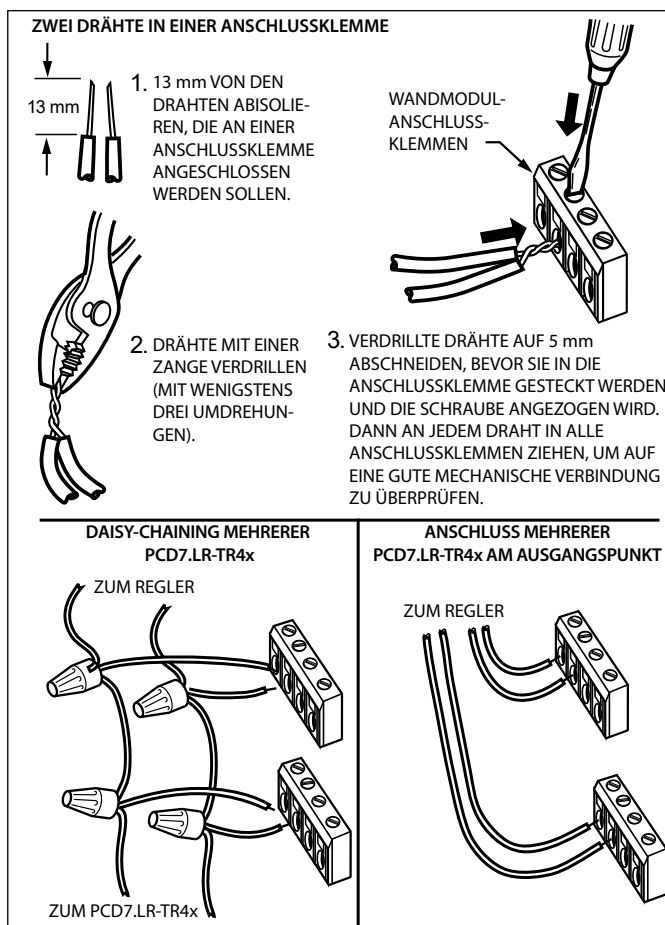

Abb. 5. Optionen für die Verdrahtung mehrerer PCD7.LR-TR4x Geräte.
1. Bei einzelnen Drähten 3/16 Inch (5 mm) abisolieren. Bei mehreren Drähten an einer Anschlussklemme 13 mm Isolierung vom Leiter abisolieren. Siehe Abb. 5 für die Verdrahtung von mehreren PCD7.LR-TR4x-Geräten.